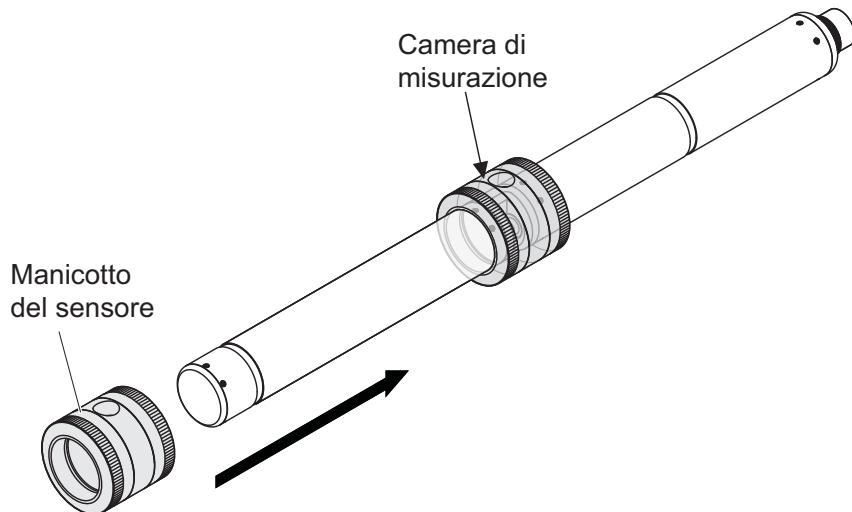

Fig. 4-4 Inserire il manicotto del sensore sul sensore
9. Mettere il sensore in posizione orizzontale su una superficie solida e senza vibrazioni. Girare l'apertura di riempimento del manico del sensore verso l'alto (Fig. 4-4).